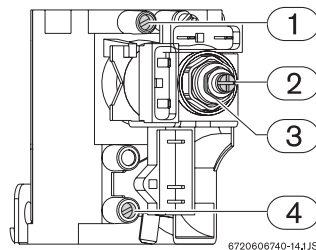

Fig. 3 Pontos de medição de pressão
- ▶ Utilizando a porca de ajuste (Fig. 3, pos. 3) regular a pressão até atingir os valores indicados na tabela 1.
- ▶ Utilizando o parafuso de ajuste (Fig. 3, pos. 2) regular a pressão até atingir os valores indicados na tabela 1.